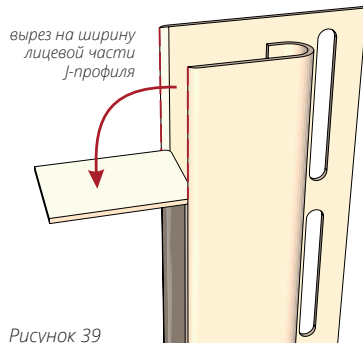

Рисунок 39
- 14.3** Для соединения двух профилей под углом 90° – вариант №2. Сделайте подрез J-профиля который должен монтироваться верхним согласно рис. 39.